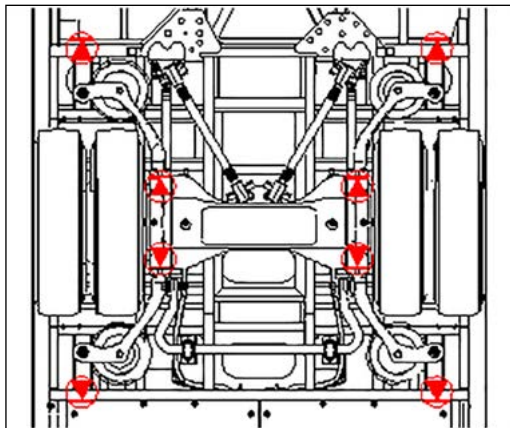

Figura 3-4-2 Pontos de elevação do eixo traseiro
4. Levante o chassi a uma altura adequada, certificando-se de que o veículo esteja seguro e de que o macaco esteja aplicado nos pontos corretos (como indicado na *Figura 3-4-2*).